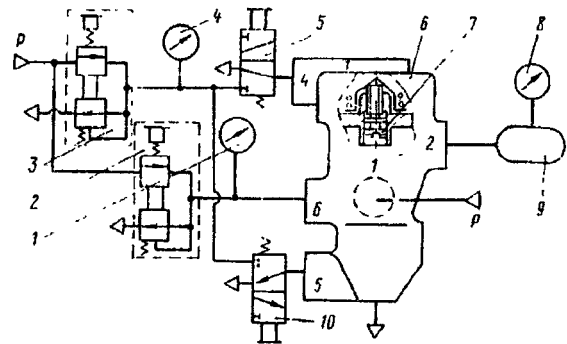

Рис. 322. Схема подключения клапана управления тормозными системами прицепа с двухпроводным приводом:
1. Подключите прибор 6 по схеме, изображенной на рис. 322.